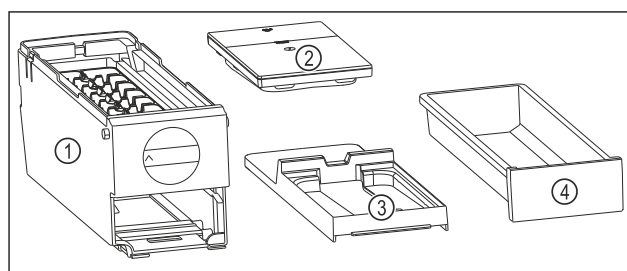

Fig. 199 Составные части EasyTwist-Ice
- ▶ EasyTwist-Ice разобран на четыре части. (см. Fig. 199)
- ▶ Разбирайте EasyTwist-Ice только на составные части, представленные на рисунке. (см. Fig. 199)
- ▶ Очищайте корпус EasyTwist-Ice Fig. 199 (1) как цельное устройство.